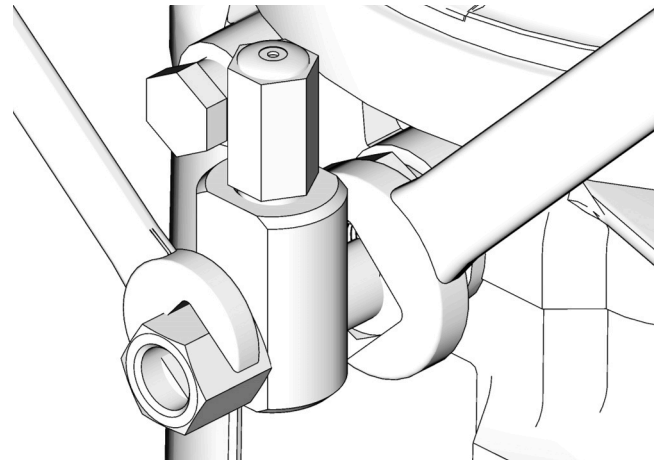

ABB. 15
1. Fitting des Pumpenelements lösen (ABB. 15).
3. Das Fitting des Pumpenelements mit zwei gekonterten Maulschlüsseln anziehen (ABB. 15).